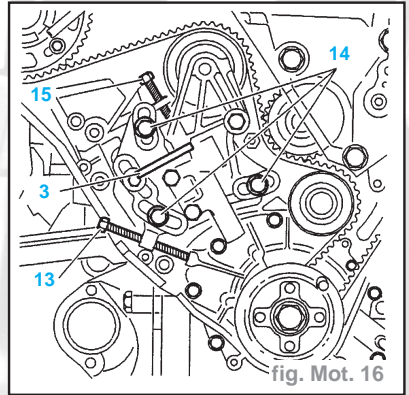

fig. Mot. 16
- les vis (11)
- la plaque (12)
- Visser une vis M8 longueur 75 mm (13) jusqu'en butée (fig. Mot. 16).
- Poser une vis M8 longueur 40 mm (15).
- Mettre en place l'outil (3) (calibre de réglage de tendeur dynamique 0187 EZ).
- Serrer la vis (15) jusqu'au blocage de l'outil (3).
- Desserrer les vis (14).
- Desserrer la vis (13) pour détendre la courroie de distribution.